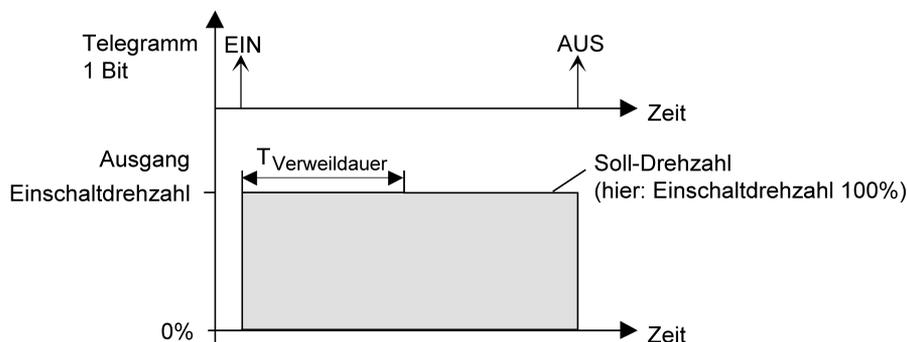
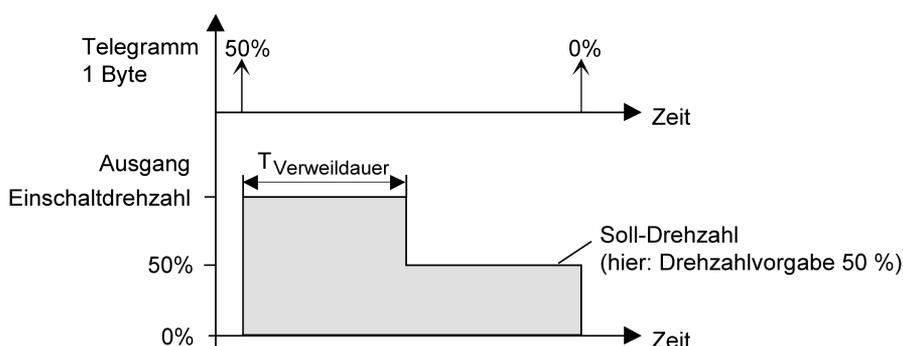
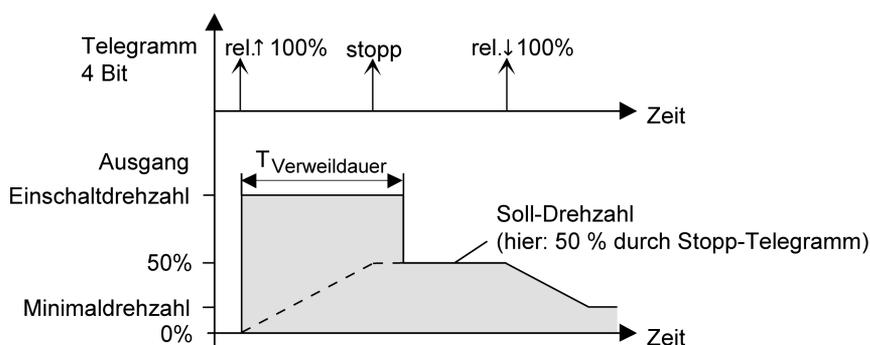

Bild 40: Einschalt-Drehzahl und Soll-Drehzahl bei Schaltbefehlen
Bild 41: Einschalt-Drehzahl und Soll-Drehzahl bei Wertbefehlen
Bild 42: Einschalt-Drehzahl und Soll-Drehzahl bei relativen Dimmbefehlen
- i** Soll-Drehzahl: Die Soll-Drehzahl ergibt sich direkt aus Schaltbefehlen durch Schalt-Telegramme oder durch die Handbedienung. Die Soll-Drehzahl ist dann die Einschaltdrehzahl (Bild 40). Alternativ wird die Soll-Drehzahl unmittelbar durch Telegramme auf das Drehzahlobjekt oder durch Drehzahlvorgaben der Szenenfunktion oder Sperr- und Zwangsstellungsfunktionen festgelegt (Bild 41). Beim relativen Dimmen über ein 4 Bit Dimmtelegramm gibt die Schrittweite des Telegramms das Dimmziel und somit die Soll-Drehzahl vor. Wenn ein relativer Dimmbefehl durch ein Stopp-Telegramm angehalten wird (z. B. Taste am Tastsensor vorzeitig losgelassen), entscheidet der Zeitpunkt des Stopp-Telegramms, welche Drehzahl als Soll-Drehzahl eingestellt wird (Bild 42). Sofern das Stopp-Telegramm noch während der Verweildauer der Einschaltdrehzahl beim Aktor empfangen wird, berücksichtigt der Aktor die im Hintergrund nachgeführte und hochgedimmte Drehzahl zum Stoppzeitpunkt als Soll-Drehzahl. Wenn hingegen das Stopp-Telegramm bei Aktor eintrifft, nachdem die Verweildauer der Einschaltdrehzahl abgelaufen ist, stellt der Aktor die durch die Schrittweite des Dimmtelegramms vorgegebene Drehzahl als Soll-Drehzahl ein. Das Stopp-Telegramm wird in diesem Spezialfall verworfen. In der Regel senden Tastsensoren in der Standard-Konfiguration Dimmschrittweiten von 100 % aus. Das Stopp-Telegramm entscheidet dann, wann ein relativer Dimmvorgang vorzeitig abgebrochen wird. Kommt das relative Dimmen in der Betriebsart "Drehzahlsteller" zum Einsatz und ist eine relativ kurze Verweildauer zur Einschaltdrehzahl konfiguriert, sollten Tastsensoren auf kleinere Dimmschrittweiten mit Telegrammwiederholung umkonfiguriert werden. Hierbei ergibt sich der Vorteil, dass keine Stopp-Telegramme ausgesendet werden müssen, um Zwischenwerte des möglichen Dimmbereiches anzudimmen.